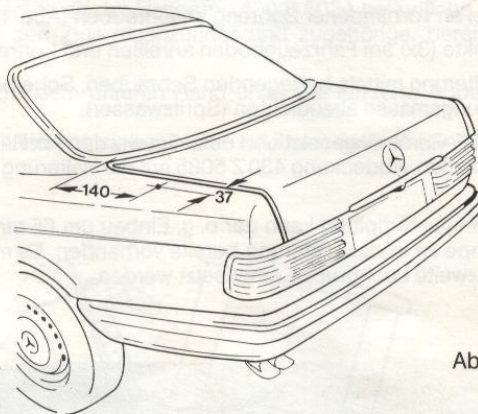

Abb. 13
- a) Einbaumaße vor Einbau überprüfen (Abb. 13). Der Einbau der Antenne erfolgt bei den angegebenen Mercedes-Modellen in den linken hinteren Kotflügel. Siehe hierzu die der Antenne bzw. Weiche beiliegende Einbauanleitung.